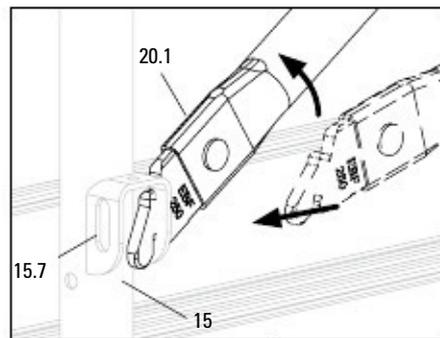

Fig. A5.02
– в основната рамка EVB (15) - виж Fig. A5.02